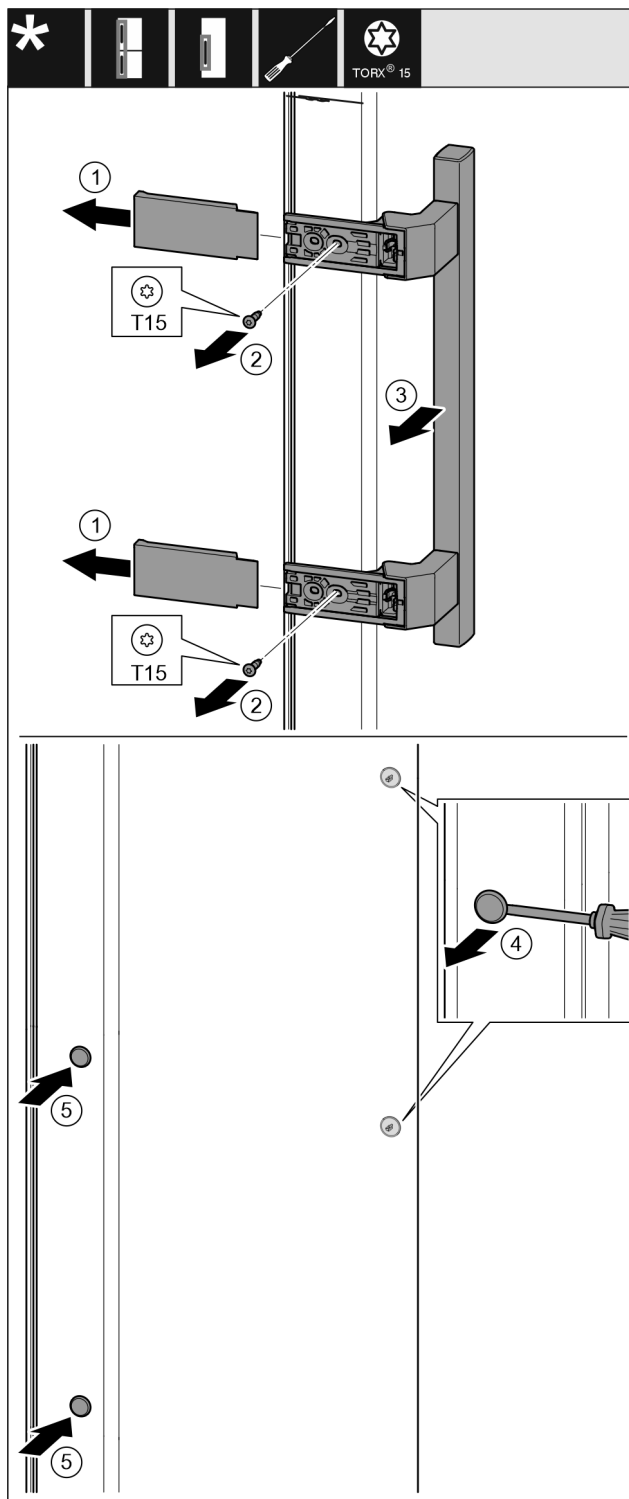

Fig. 10
- ▶ Retirer le recouvrement. Fig. 10 (1)
- ▶ Dévisser les vis avec un tournevis Torx 15. Fig. 10 (2)
- ▶ Retirer la poignée. Fig. 10 (3)
- ▶ Soulever et retirer avec soin le cache latéral avec un tournevis plat. Fig. 10 (4)
- ▶ Replacer le cache de l'autre côté. Fig. 10 (5)